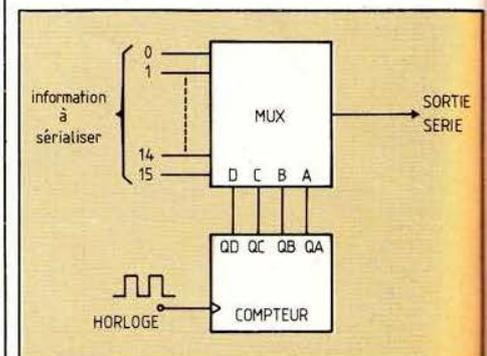

Figure 20.
- la transformation série parallèle en association avec un compteur (fig. 20).